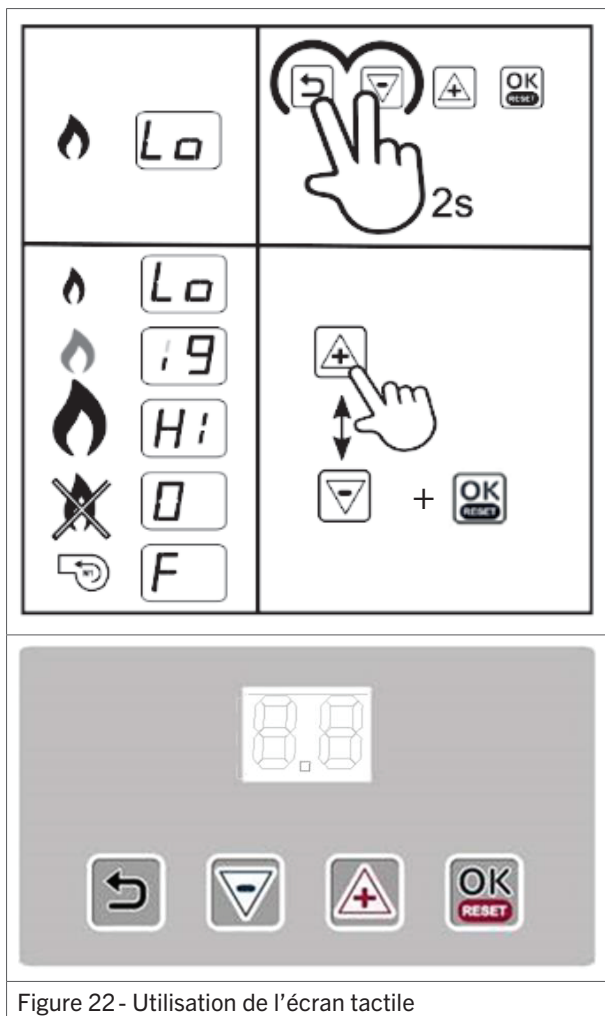

Figure 22- Utilisation de l'écran tactile
1. Appuyer pendant quelques secondes sur les touches **Retour** et (-) (figure 22). L'écran affiche alternativement les indications Lo et St, ce qui indique que l'aérotherme démarrera à la puissance minimale.
2. Appuyer sur les touches (+) et (-) pour sélectionner alternativement les puissances maximale et minimale (figure 22).